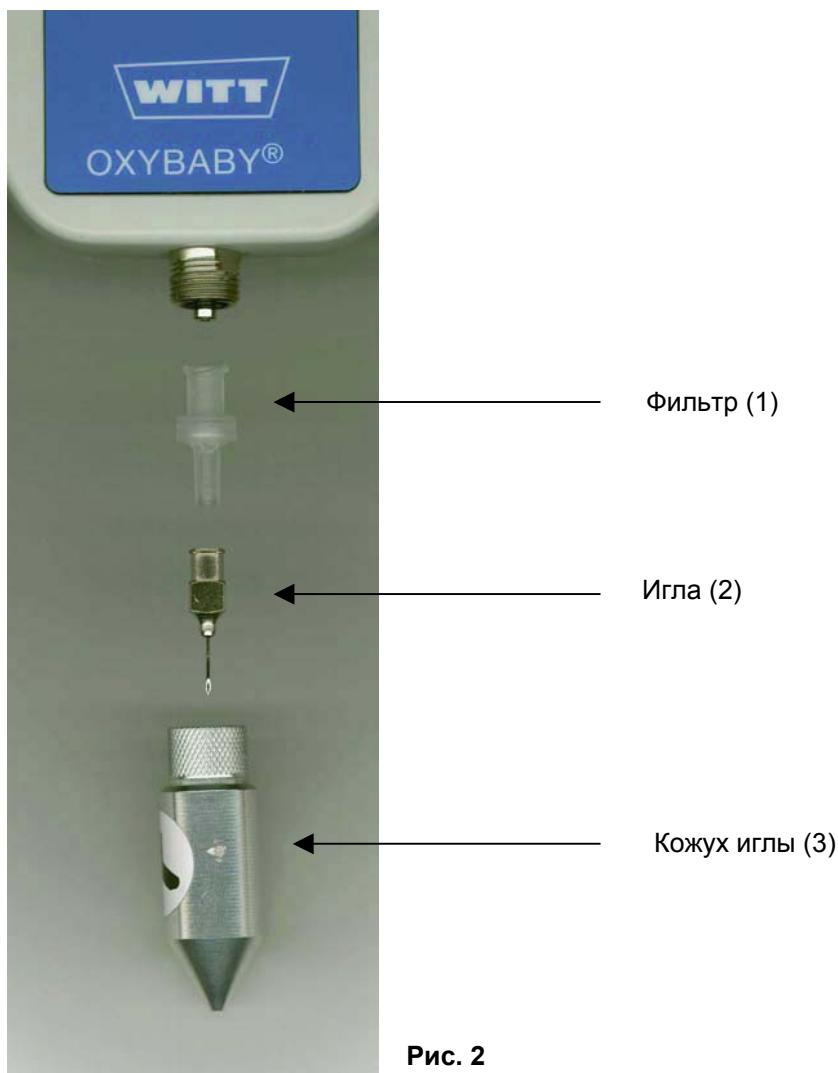

Рис. 2
- Измерение с поверочным нулевым газом (заранее снять фильтр и иглу, см. рис. 2)